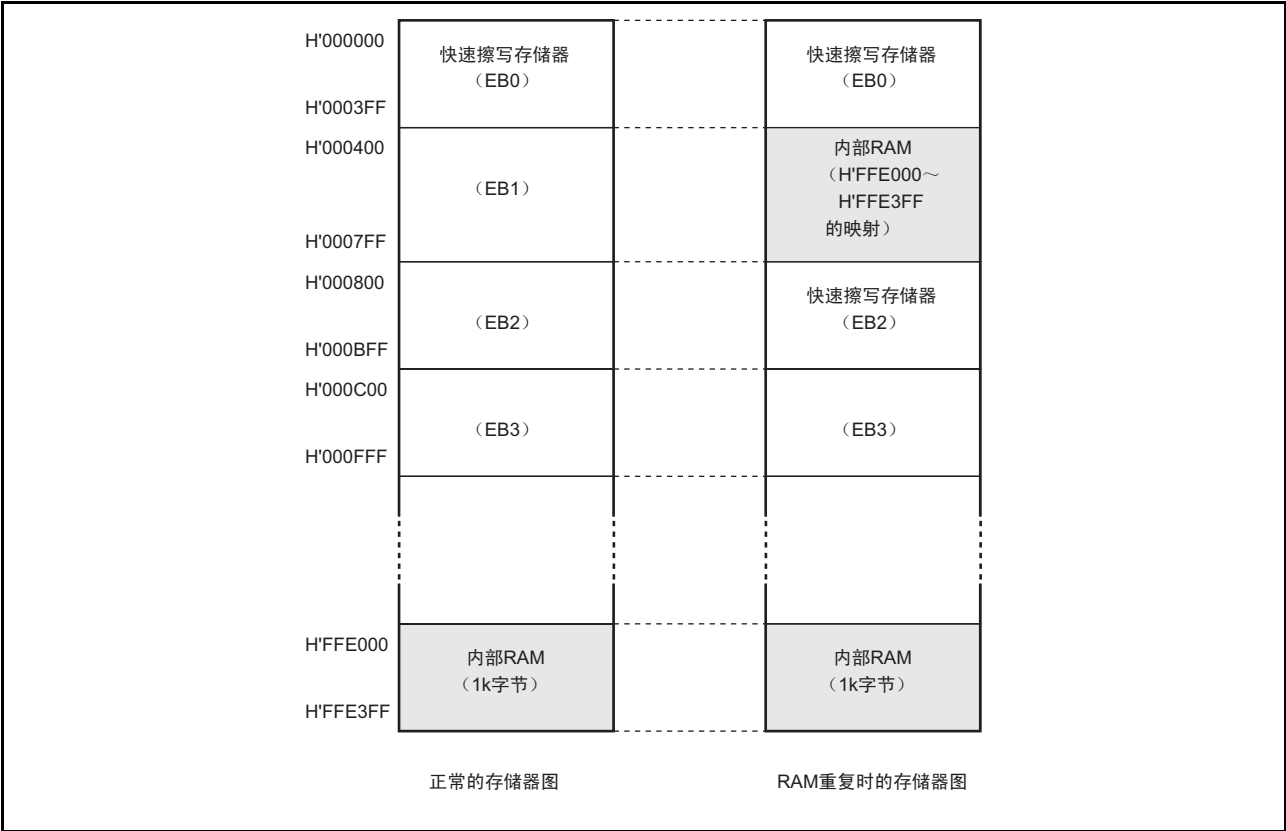

图 16.8 RAM 交迭使用范例
- 一个快速擦写存储器块的交迭 EB0 区域的例子，如图 16.8 所示。